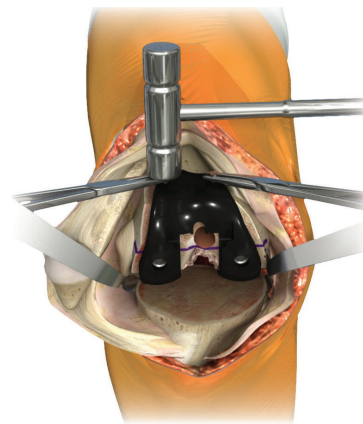

Figura 20
3. Asegure la Prueba Femoral al hueso utilizando dos pines de cabeza corta en el borde anterior (Figura 20).